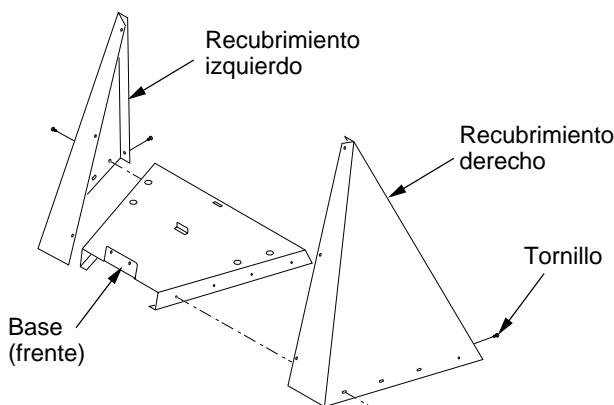

Figura 2: Unión de los recubrimientos izquierdo y derecho a la base
2. Ubique el recubrimiento derecho e izquierdo. Coloque uno en la base y asegúrelo usando los 5 tornillos que se proporcionan. Repita para el otro lado (consulte la figura 2).